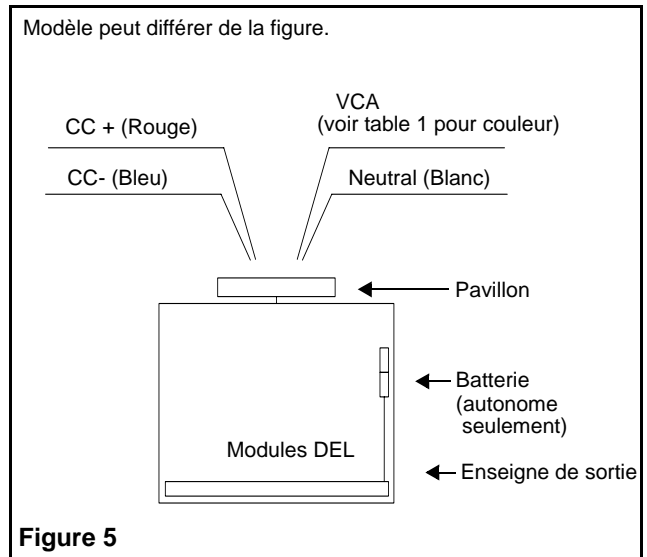

Figure 5
6. Effectuer les connexions nécessaires, notre modèle universel standard peut recevoir une tension 120 à 347 VCA (voir fig 5).
Se reporter au câblage CA et CC de la figure 5.